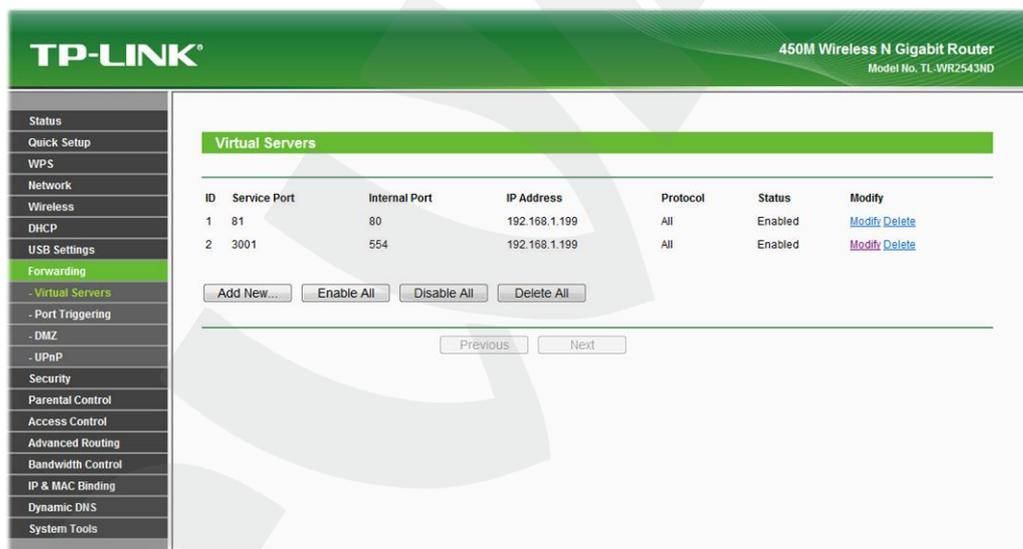

Рис. 6.9
**Шаг 5:** тем же способом добавьте правило для порта RTSP (Рис. 6.9).